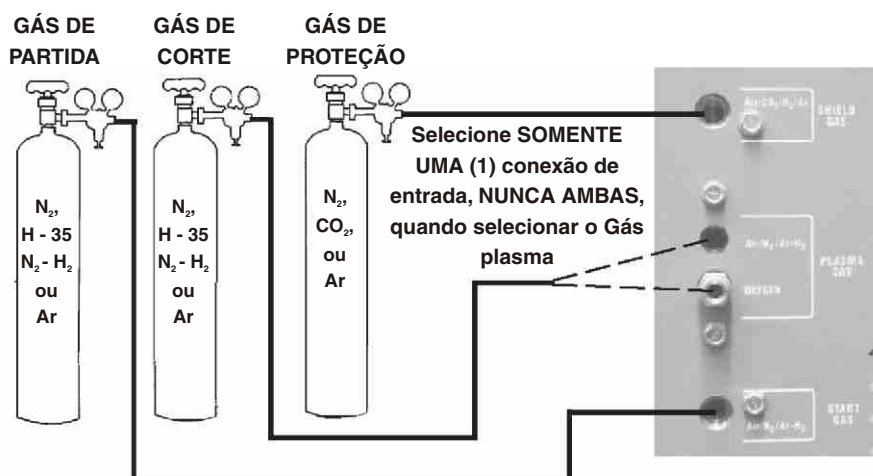

Figura 14 – Conexões de gás
2. Conecte as mangueiras ao reguladores e aos encaixes apropriados (adaptadores: 74S76, Ar; 19X54, Ar/H₂) na parte traseira do painel do ESP-150. As conexões devem ser apertadas com uma chave incluindo as que são com plugue. (Figura 14)